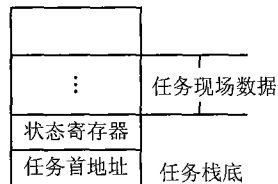

图1 初始化好的任务栈结构
⑪ 任务唤醒功能: 在一个任务中产生一个的事件来触发其它任务运行 (如果被触发的任务优先级高的话, 就会马上运行)。
① OS_Init: 多任务初始化, 进行任务栈 (任务栈的结构见图1)、任务延计时数、任务状态的初始化。初始化完成后, 系统直接切换到最高优先级的任务, 多任务系统启动。
② OS_Time_Dly: 把当前任务挂起一段指定时间让其它任务运行。
③ OS_Sched: 任务调度, 它先把每个任务的延时数减1, 然后再找出最高优先级的就绪任务, 并切换到这个就绪任务。如果无就绪任务, 就切换到空闲任务。
④ OS_Free_Task: 空闲任务, 是一个很重要的系统任务, 当所有任务都挂起时, 运行此任务。它主要是对一个计数器 Free_Count 一直进行累加, 用户可以根据这个计数器计算出 CPU 的利用率。
⑤ OS_Task_Lock: 锁定任务调度, 禁止任务调度。主要用来锁定在低优先级中的一些可重入的代码或一些重要代码。
⑥ OS_Task_Unlock: 解锁任务调度, 和上面的子程序功能相反。
⑦ OS_Task_Wakeup: 唤醒指定优先级的任务, 并产生一次任务调度, 如果被唤醒任务的优先级比当前运行的任务的优先级高, 任务就会切换到被唤醒的任务中, 否则等待下一个调度时机。
系统加电运行后, 首先对硬件资源进行初始化, 接着就要对多任务进行初始化了。主要是初始化每个任务的任务栈、每个任务的时钟滴答数和堆栈指针位置。我们把每个任务栈都初始化成图1形式。